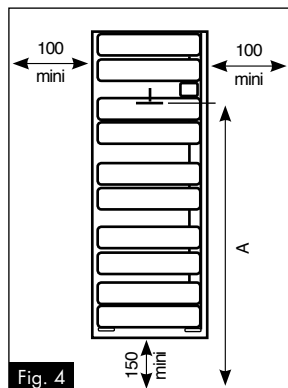

Fig. 4
■ Respecter les distances minimum d'installation au sol, aux parois, aux meubles, etc... (Fig.4).